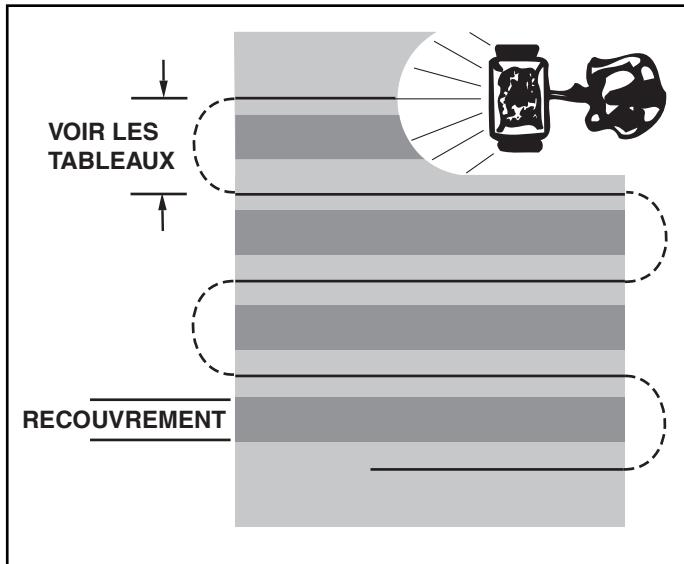

FIGURE 12
- Pour assurer un épandage uniforme, effectuez chaque passe de sorte que sa couverture recouvre légèrement celle de la passe précédente, comme indiqué par la figure 12. Les largeurs approximatives de couverture pour différents produits sont indiquées dans le tableau d'application ci-contre.